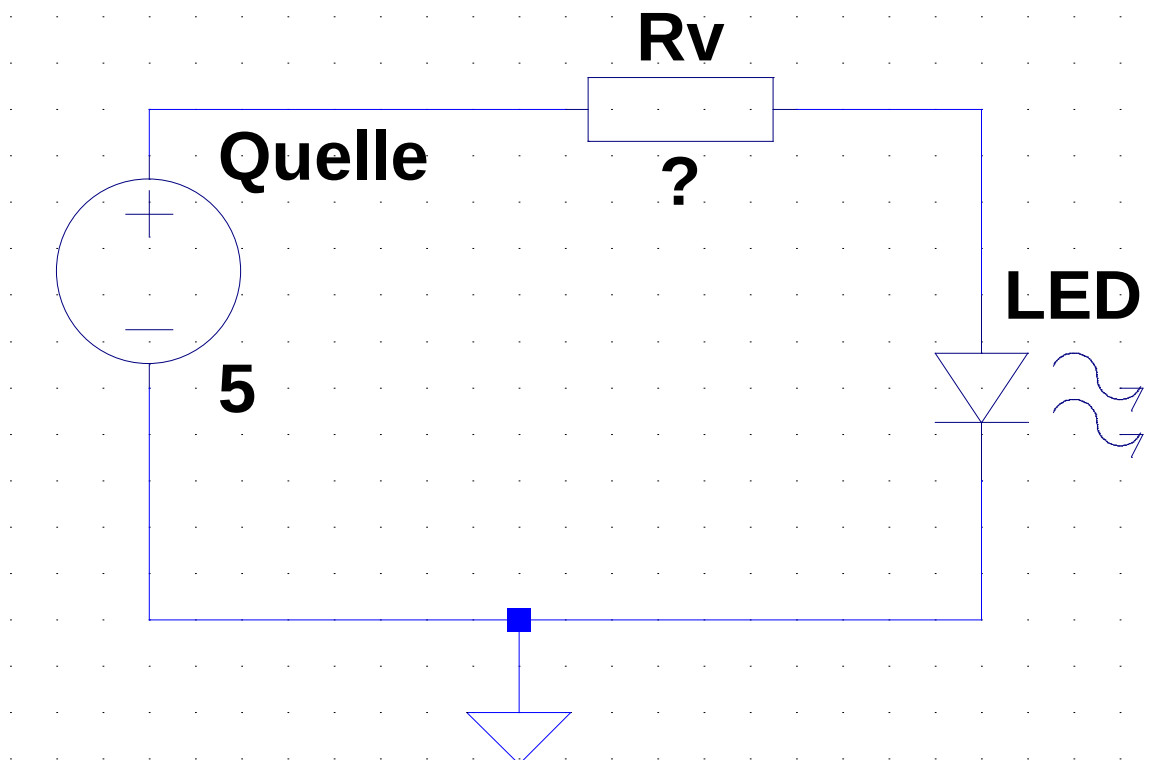

Abbildung 5 LED-Schaltung Aufbau
- Zeichnen Sie in Abbildung 5 die Messgeräte für **spannungsrichtige** Messung (I,U) an der LED ein!